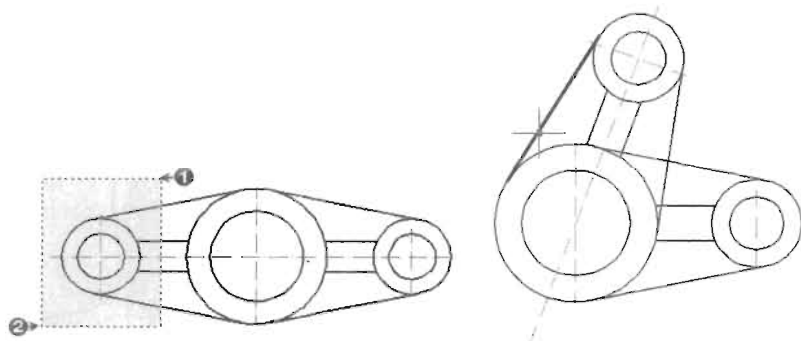

图 4-36
(2) 单击“修改”工具栏上的  (旋转) 按钮,将左侧的图形旋转 250°,命令执行过程如下,结果如图 4-36 所示。